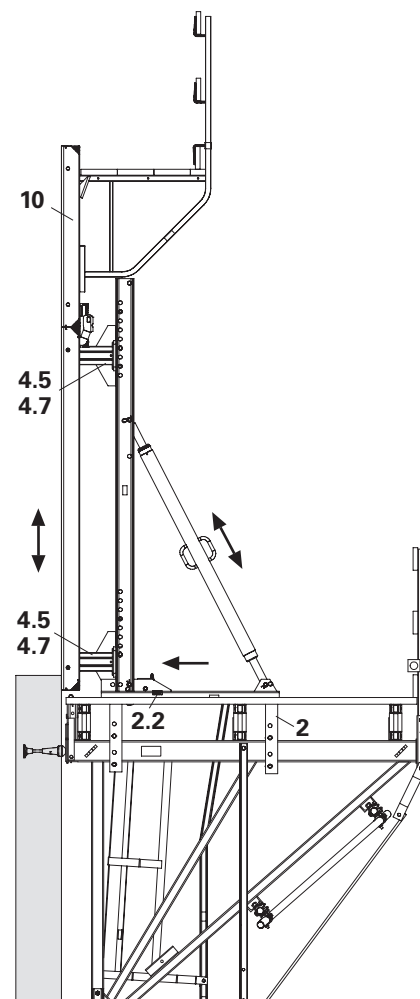

Fig. B2.22
5. Colocar o painel de cofragem (10) com o Gancho de Elevação MAXIMO (10.6) nos conectores CB (4.5) e fixar com grampos de gancho (4.7).
7. Mover o carro (2) com cofragem na direcção da parede. Travar o carro com cunha (2.2).
8. Ajustar a cofragem. (Fig. B2.22)